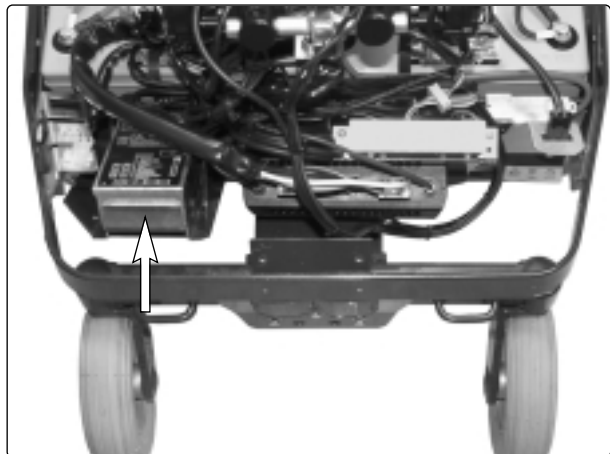

Abb. 45. Die SLS-Treiberstufe liegt lose in ihrem Halter.
4. Heben Sie die SLS-Treiberstufe hoch. Sie liegt lose in ihrem Halter, siehe Abb. 45.